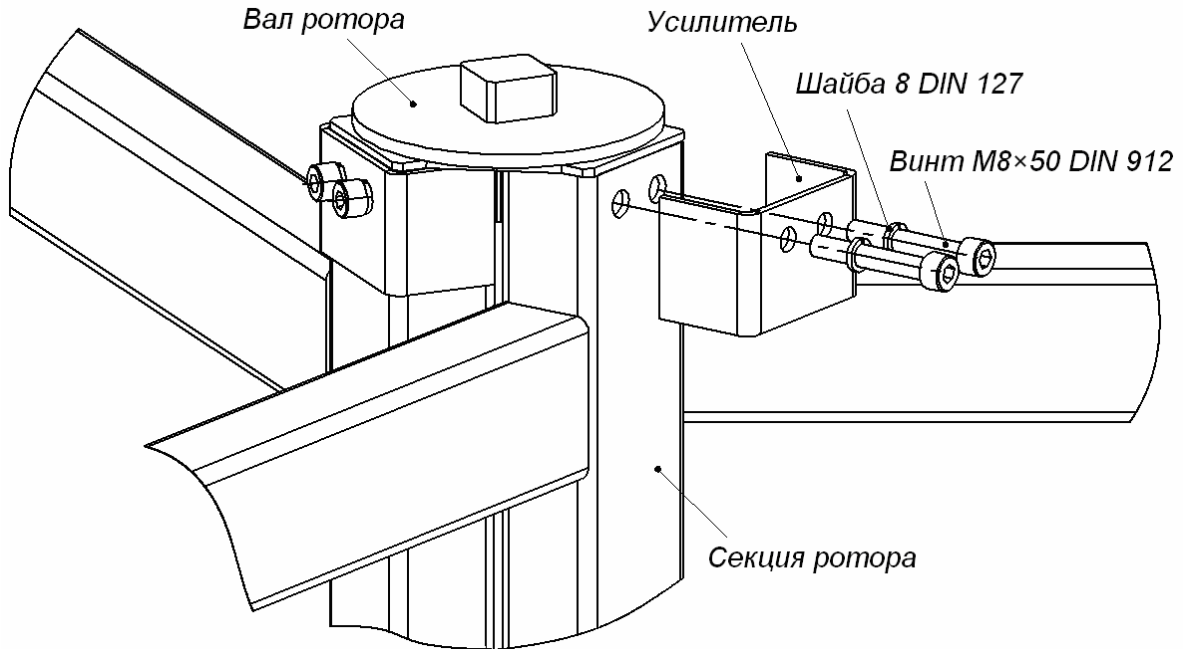

Рисунок 16 Схема усиления ротора
- в верхней части стандартной секции ротора установите усилительный элемент и закрепите секции с помощью двух болтов М8×50 с шайбами пружинными (см. рис. 16);